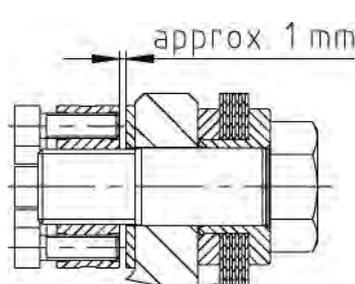

figura 27
- Le viti a brugola non devono fuoriuscire dal bullone (vedere la figura 27).
- Successivamente girare il dado di un quarto di giro fino a formare uno spazio di ca. 1 mm (vedere la figura 27).